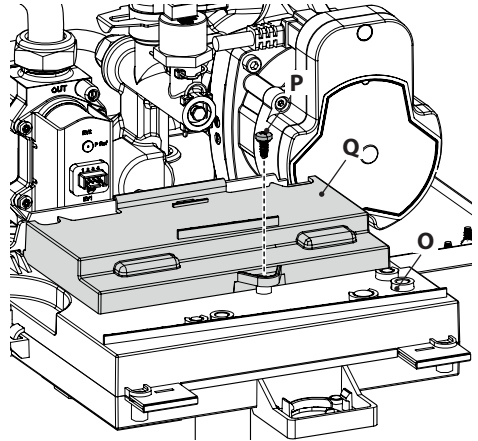

Figura 5.29
strato in Figura 5.29.
- Svitare la vite **P** e sollevare il coperchio **Q** per accedere alle morsettiere alimentazione elettrica, remoto e sonda esterna (Figura 5.29).